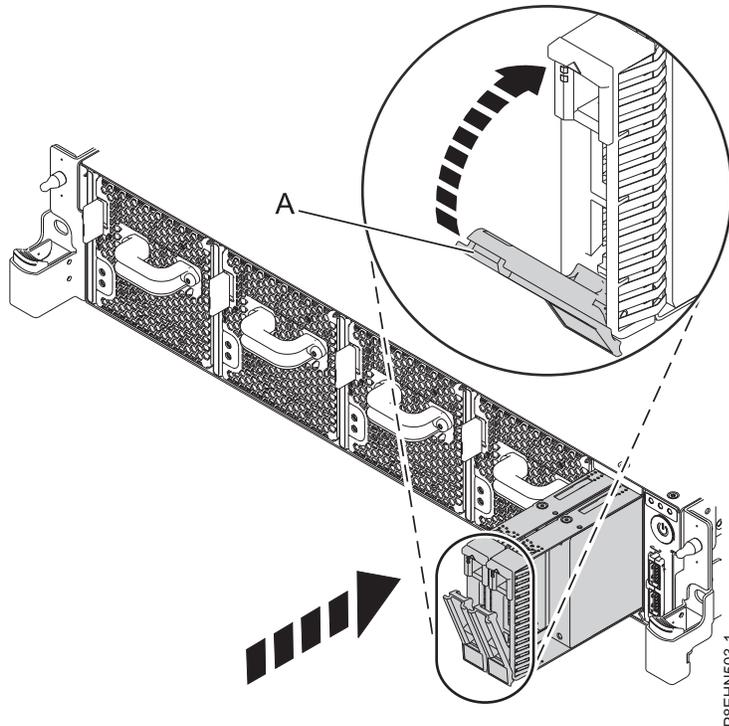

Figure 26. Détails relatifs à la fixation d'une unité de disque
3. Verrouillez la poignée de baie d'unité (A) en appuyant sur le loquet de la poignée. Pour plus d'informations, voir figure 26, à la page 21.
5. Faites glisser complètement l'unité dans le système et appuyez sur la poignée de la baie d'unité (A) jusqu'à ce qu'elle s'enclenche. Pour plus d'informations, voir figure 26.